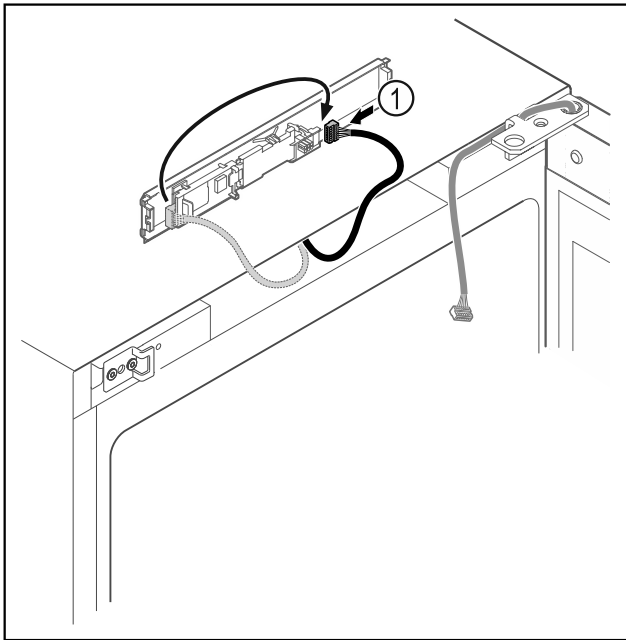

Fig. 13
- ▶ Stecker Fig. 13 (1) auf Platine umstecken.